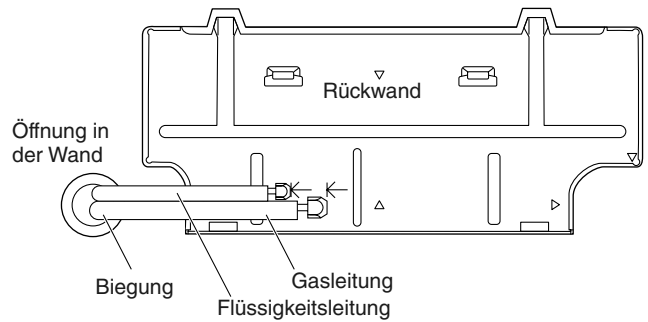

Abb. 3-108
- (1) Die Leitungen und den Ablaufschlauch durch die Wand führen und ausreichend Länge für den Anschluss lassen. Die Leitungen dann zur Verlegung mit einem Rohrbieger entsprechend biegen. (Abb. 3-108)
- (2) Den Ablaufschlauch und die Abdeckkappe der Ablauföffnung gegeneinander austauschen.